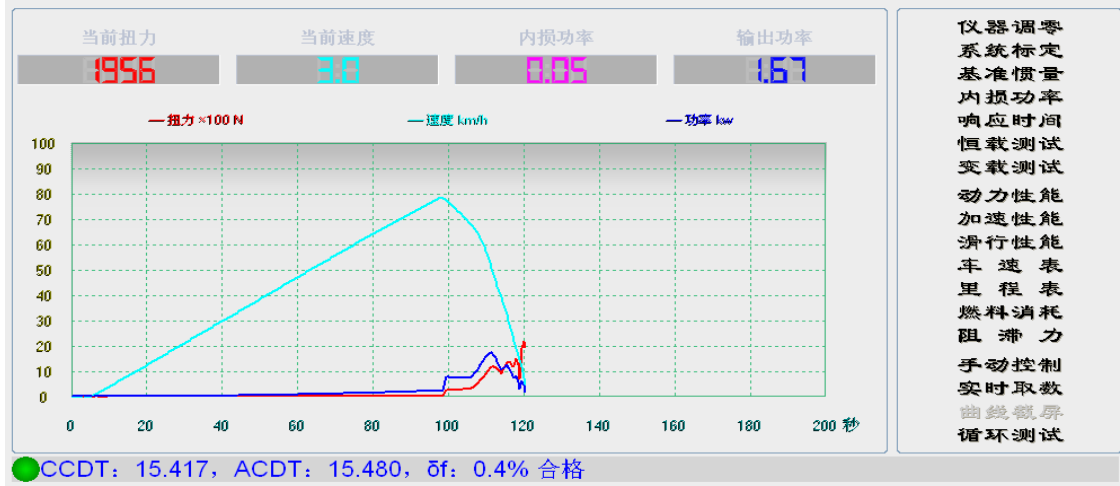
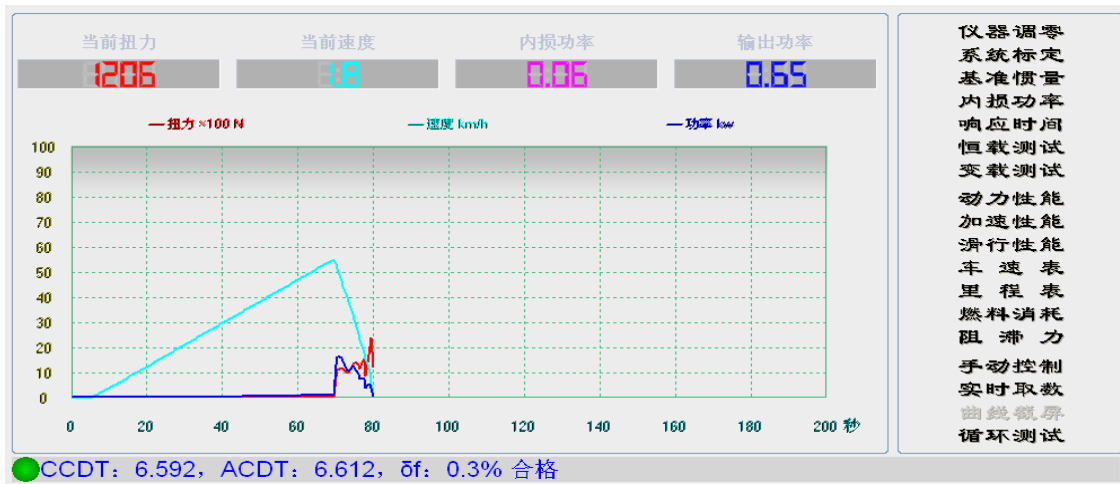

图 4.44 72.4~16.1km/h 段的变载荷加载滑行测试
图 4.45 48.4~16.1km/h 段的变载荷加载滑行测试
(3)、变功加载测试 2 个测试项目的测试结果分别如图 4.44 和图 4.45 所示：2 个测试项目的示值误差都在 $\pm 4\%$ 范围内，满足测试要求。